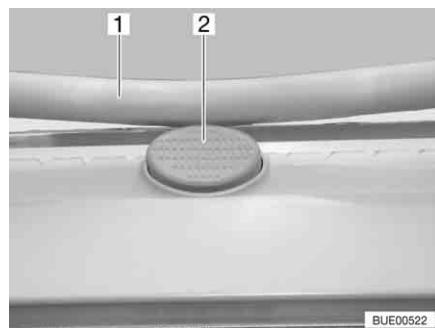

Fig. 63 Bottone di sicurezza sull'oblò Heki
Apertura: ■ Premere il bottone di sicurezza (Fig. 63,2) e tirare verso il basso la staffa (Fig. 63,1) con entrambe le mani.
■ Premere la staffa verso l'alto con ambedue le mani, finché la staffa non poggia al di sopra del bottone di sicurezza (Fig. 63,2).
■ Premere il bottone di sicurezza (Fig. 63,2) e tirare verso il basso la staffa (Fig. 63,1) con entrambe le mani.